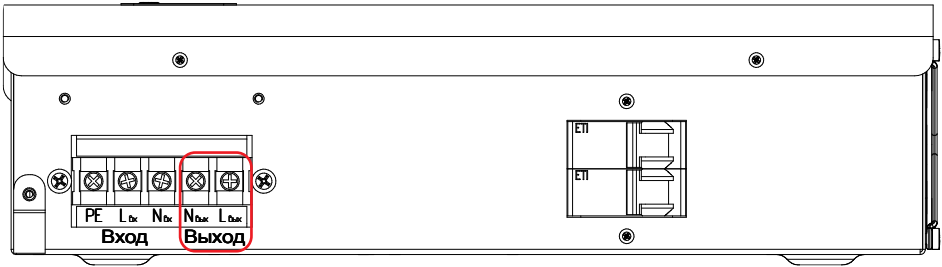

Рисунок 35. Стабилизатор Штиль IS5000. Выводы «Выход N-L»
- у моделей IS5000 и IS7000 к выводам «Выход N-L» (**рисунок 35 и 36**);